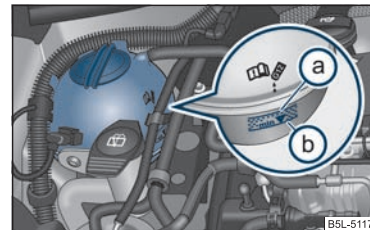

Fig. 173 Vano motor: Depósito de expansión de líquido refrigerante
- Compruebe el nivel de líquido refrigerante en el depósito de expansión del mismo ⇒ página 213, fig. 173. Con el motor frío, el nivel del líquido refrigerante debe encontrarse entre las marcas **(a)** y **(b)**. Con el motor caliente, el nivel puede sobre- pasar también un poco el campo rayado.
- Coloque un trapo sobre el tapa del depósito de expansión de líquido refrigerante ⇒ página 213, fig. 173 y desenrosque el tapón con **cuidado** girándolo hacia la izquierda ⇒ ⚠.